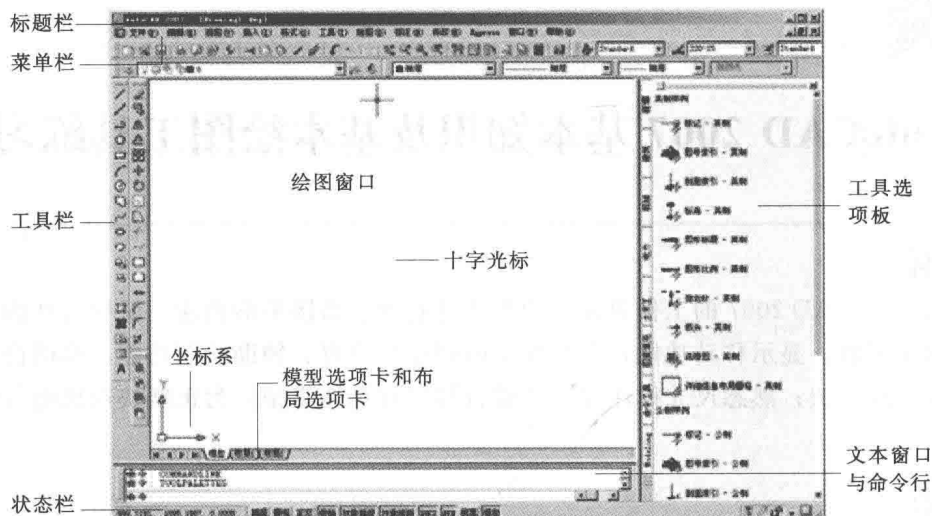

图 1-1 AutoCAD 界面组成
(1) AutoCAD 2007 打开方式。包括:①双击桌面 CAD 图标;②选择【开始】→【程序】→【Autodesk】→【AutoCAD 2007】。
(2) AutoCAD 界面组成。AutoCAD 界面组成如图 1-1 所示。包括标题栏、菜单栏、工具栏、绘图窗口、命令行、状态栏和工具选项板窗口。